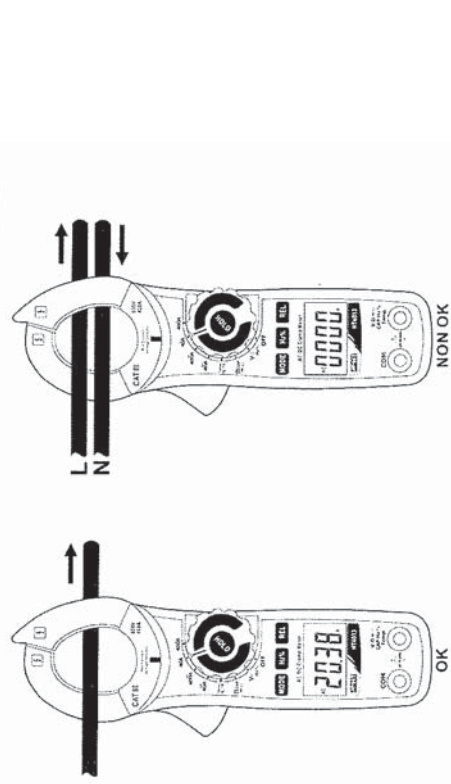

Fig. 9. Uso de la pinza para medidas de corriente CA y corriente CC
4. Para medidas de corriente CC la visualización del símbolo "—" indica que el instrumento se ha conectado en modo contrario al sentido de la corriente (ver Fig. 9)